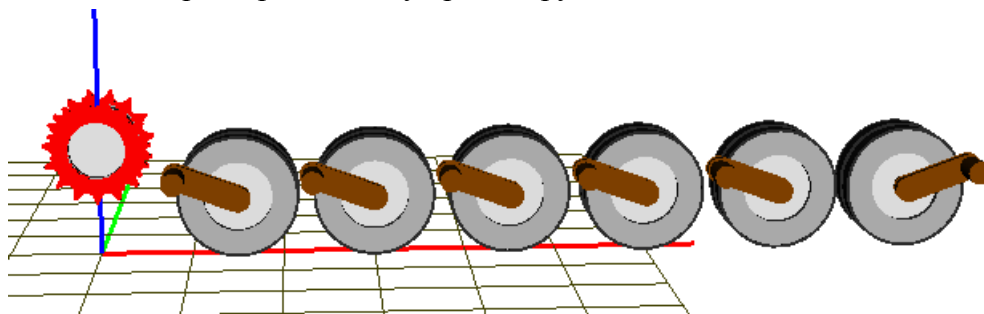

Рис. 15 Добавление звездочки
- 4) Используйте кнопку **Синтезировать** для добавления ведущего колеса к модели, рис. 15.